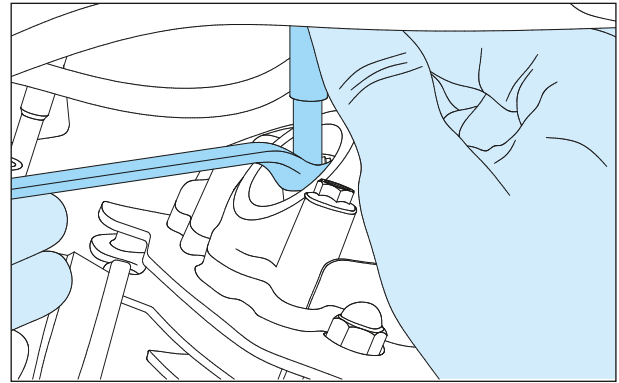

Fig. 2.29
- Loosen the tappet hex. nut. (Fig. 2.29)